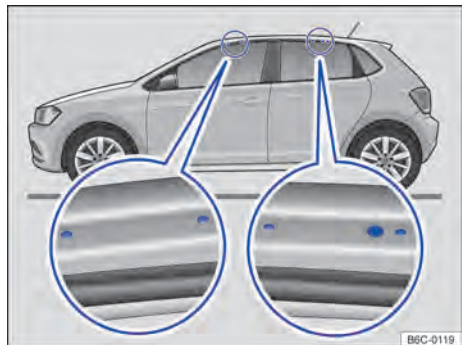

Fig. 155 Pontos de fixação dos suportes de base do bagageiro do teto (ambos os lados).
Os furos ou marcações dos pontos de fixação dos suportes de base ficam visíveis com a abertura das portas (dianteiras e traseiras) do veículo e encontram-se no lado nas vigas do teto → Fig. 155 (lupa). Os furos ou marcações para fixação atrás encontram-se no lado inferior das vigas do teto → Fig. 155 (lupa direita).
- Fixar os suportes de base somente nas marcações indicadas na figura → Fig. 155.